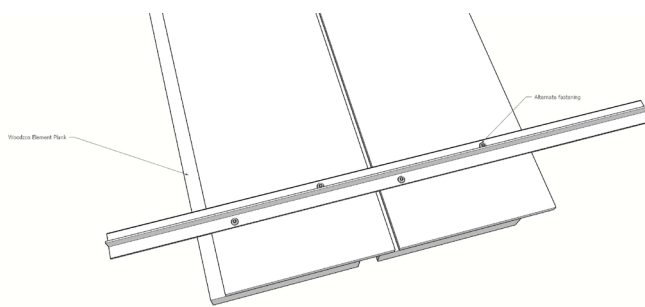

Figure 1. Fixation directe d'une planche ELEMENT avec des vis sur un système de suspension.
Pour une fixation directe à l'aide de vis, il est recommandé d'utiliser des vis à têtes rondes no.8 d'une longueur de 3/4 de pouce. Les vis doivent s'installer en alternance de chaque côté du Té de suspension. Il est recommandé d'installer deux (2) vis par planches à chaque Té de suspension. (**Fig. 1**).